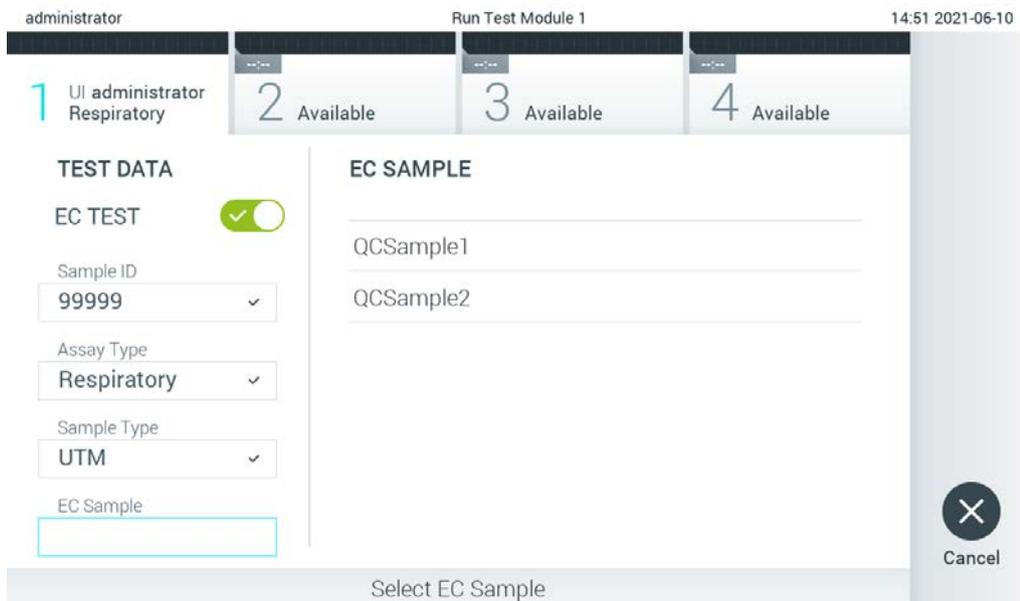

Figure 91. Sélection d'un échantillon EC.
6. Sélectionnez l'échantillon EC approprié dans la liste. Seuls les échantillons EC pour le type de dosage sélectionné sont affichés (figure 91, page suivante).